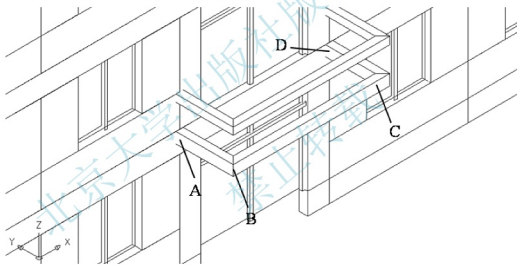

图 6.42 修改扶手的高度
- ① 在命令行无命令的状态下,选中复制生成的阳台扶手,则出现蓝色夹点。
- ② 执行菜单栏中的【修改】|【特性】命令,打开【对象特性管理器】对话框,将厚度由“300”修改为“200”,结果如图 6.42 所示。
- (1) 执行菜单栏中的【绘图】|【建模】|【网格】|【三维面】命令。
- (2) 在指定第一点或 [不可见(I)]: 提示下, 捕捉图 6.42 所示的端点 A。
- (3) 在指定第二点或 [不可见(I)]: 提示下, 捕捉图 6.42 所示的端点 B。
- (4) 在指定第三点或 [不可见(I)]<退出>: 提示下, 捕捉图 6.42 所示的端点 C。
- (5) 在指定第四点或 [不可见(I)]<创建侧面>: 提示下, 捕捉图 6.42 所示的端点 D。